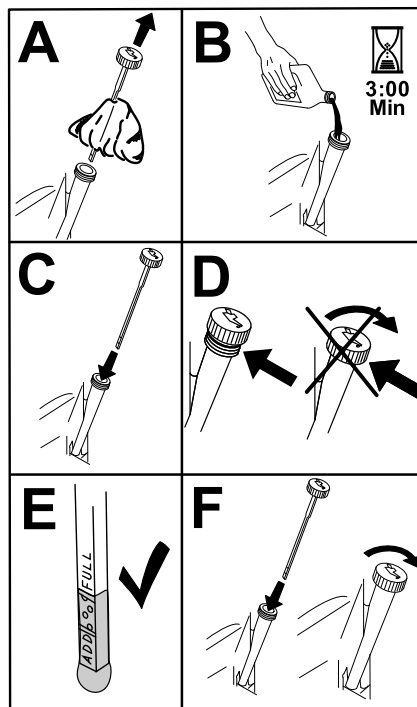

図 43
5. 所定量の 80% 程度のオイルをゆっくり入れ、そこから、残りの量を注意深く足して FULL マークまで入れる 図 43。